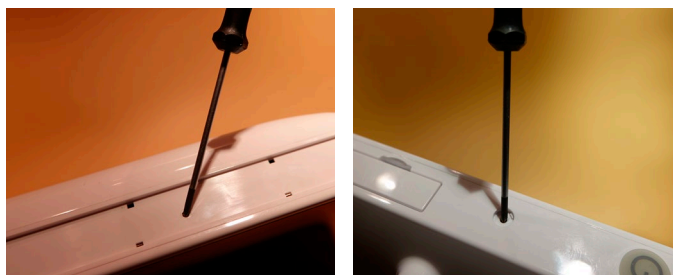

Figura 6 Rimozione delle viti
e) Rimuovere le viti su tutti e quattro i bordi dell'unità display (Figura 6)